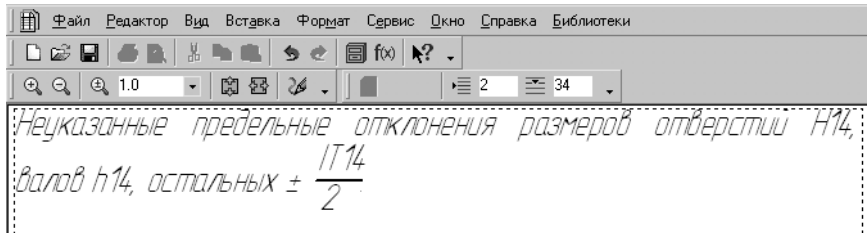

Рис. 49.32. Вставка шаблона в окно технических требований
9. Нажмите кнопку **Вставить в документ**. Диалог **Текстовые шаблоны** будет закрыт. Содержание шаблона будет вставлено в окно ввода технических требований (рис. 49.32).